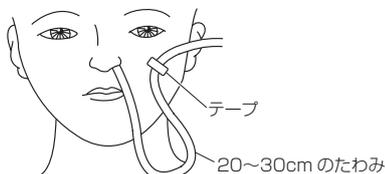

図13
17. 腸管内に留置されたバルーンが腸の蠕動運動により肛門側へと進み、イレウス (閉塞) 部位まで本品の先端部が誘導される。なおチューブは蠕動運動により進むため、チューブは顔面に固定しないこと。もし固定が必要な場合は鼻腔から20~30cm程度のたわみを持たせて固定する (図13)。